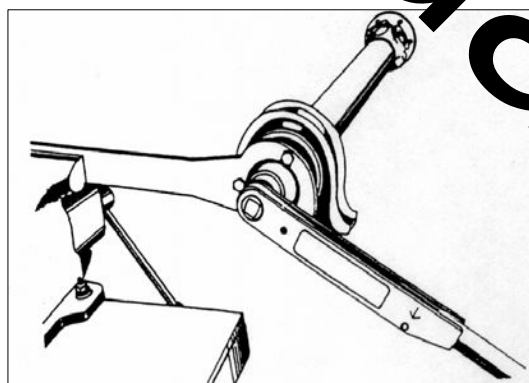

РИС. 262
- 13) Наденьте держатель 321589 01 31 на фланец. Зажмите держатель в тиски и затяните гайку фланца с усилием 32-36 кг·м (см. рис. 262).